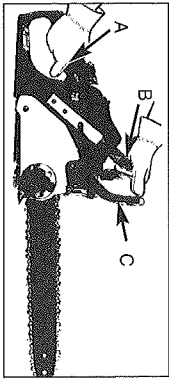

Fig. 10
3. Saisissez la poignée arrière (A) avec votre main droite (Fig. 10).
4. Avec votre main gauche, tenez la poignée de devant (B) (mais pas le levier de FREIN DE CHAÎNE (C)) fermement (Fig. 10).
5. Pressez la gâchette d'accélération à 1/3 de l'accélérateur, ensuite activez immédiatement le levier de FREIN DE CHAÎNE (C) (Fig. 10).